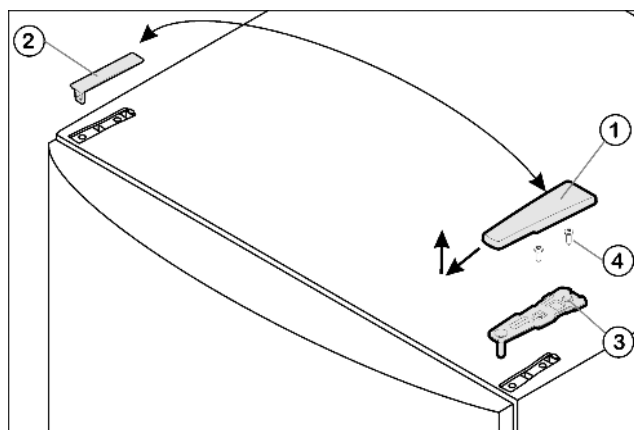

Fig. 5
- Потяните крышку Fig. 5 (1) вперед и вверх.
- Снимите крышку Fig. 5 (2).
- Открутите верхний опорный кронштейн Fig. 5 (3) (2 шт. Torx® 25) Fig. 5 (4) и вытяните вверх.
- ▶ Установите верхний опорный кронштейн *Fig. 5 (3)* на новой стороне шарнира и защелкните в дверце.
- ▶ Привинтите верхний опорный кронштейн (с моментом **4 Нм**) (2 шт. Torx® 25) *Fig. 5 (4)*. При необходимости проделайте отверстия или используйте аккумуляторную отвертку.
- ▶ Наденьте и защелкните крышку *Fig. 5 (1)* и крышку *Fig. 5 (2)* на противоположной стороне снаружи.